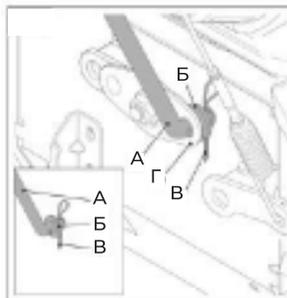

Рис. 5
- Снимите с рычага (рис. 5, поз А) предварительно установленные шайбу (рис. 5, поз Б) и шплинт (рис. 5, поз В)
- Вставьте рычаг (рис. 5, поз А) в кулису коробки передач (рис. 5, поз Г).
- Установите шайбу (рис. 5, поз Б) и зафиксируйте шплинтом (рис. 5, поз В).